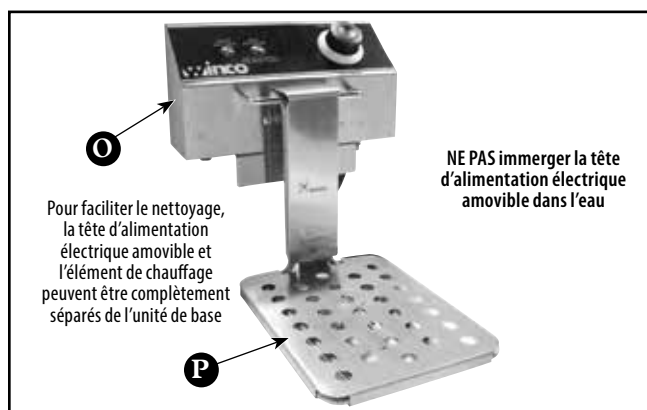

Figure 7. Préparation au nettoyage de l'unité
4. Retirez la tête d'alimentation électrique (O). (Figure 7)